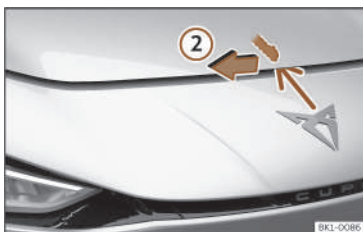

Fig. 174 Leva sotto il cofano del vano motore.
- Per aprire il cofano, premere verso sinistra con il palmo della mano la leva fino al fondo della leva situata al di sotto il cofano stesso, al centro >>> **fig. 174 ②**. I ganci di fissaggio si sbloccano.